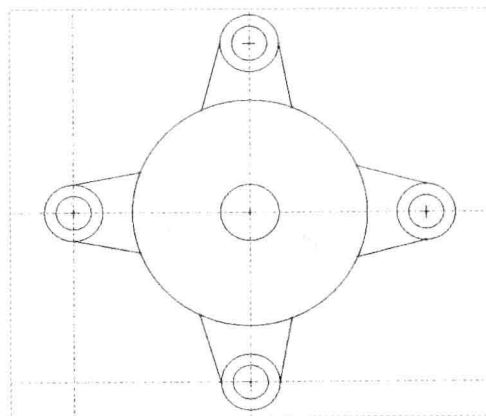

图 13-13 绘制直线 2
Step 02 采用与上同样的方法, 使用“线链”命令, 在绘图区的合适端点上, 依次单击鼠标左键, 绘制直线, 如图 13-13 所示。